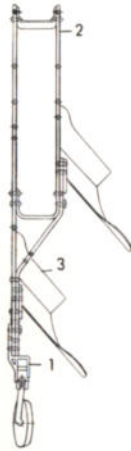

Bild 12
**Umbau vom Zwei- zum Dreifurchenpflug** (Bild 12 und 13)
**Umbau vom normalen Zweifurchenpflug zur Schmalschnitteinstellung** (Bild 12 und 15)